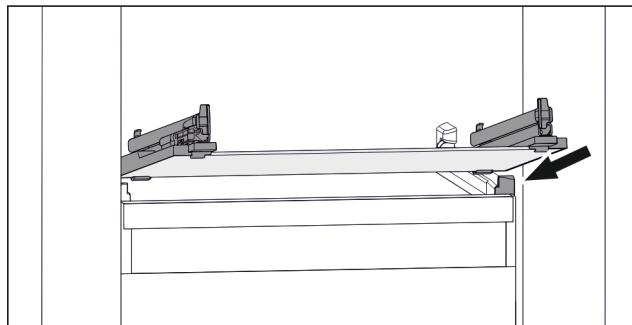

Fig. 42 Примерное отображение стеклянной пластины
- Наклоняя вниз, установите стеклянную пластину за стопоры. (см. Fig. 42)